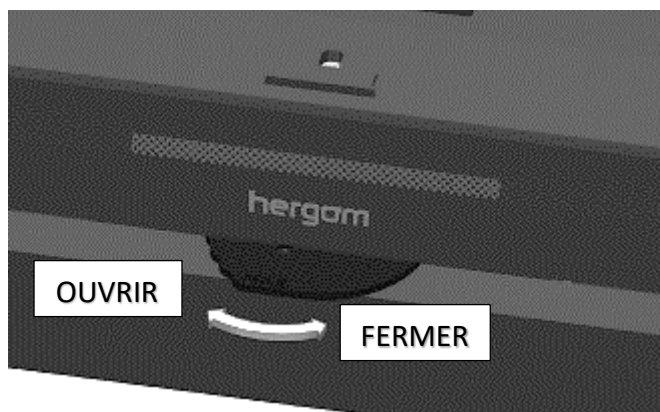

FIG. 7
- En déplaçant de droite à gauche la soupape de réglage l'on permet davantage d'apport d'air pour la combustion (FIG. 7).